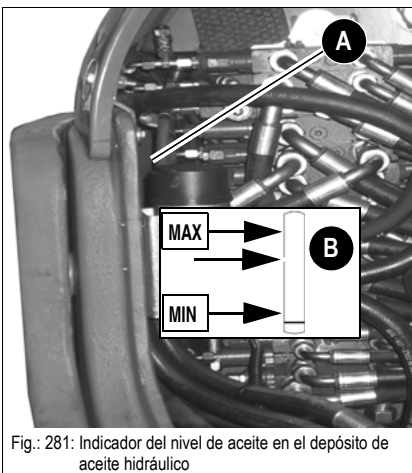

Fig.: 281: Indicador del nivel de aceite en el depósito de aceite hidráulico
- El nivel de aceite se tiene que encontrar aprox. 1 cm (0.39 in) por encima del centro, entre las posiciones **MIN** y **MAX**, tal como lo muestran las flechas en Fig. 281.